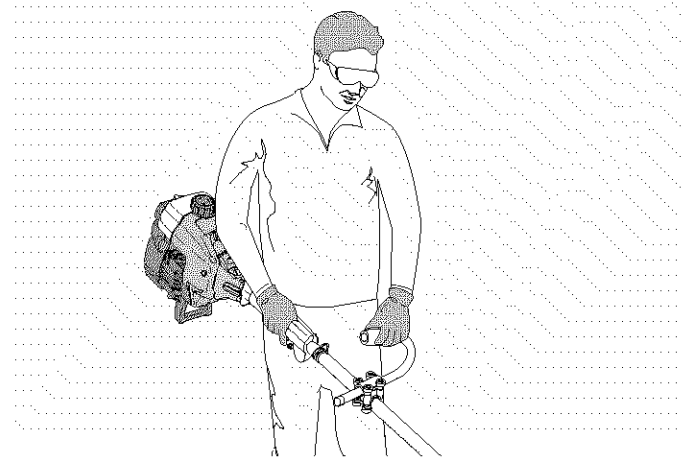

Fig. 3
8. Mientras sostiene la unidad en posición de operación (Fig. 3), coloque la manija auxiliar en la posición que le brinde el mejor agarre.